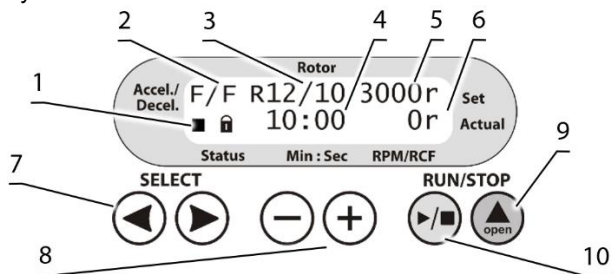

Рисунок 5. Панель управления LMC-3000
- Проверьте сетевой кабель на повреждения и подключите его к сетевой розетке с заземлением. Переведите сетевой выключатель на приборе в положение **I** (включено). Нажмите кнопку **▲ Open** (рис. 5/9 или 6/11) и откройте крышку рукой.
- Режимы ускорения и торможения (рис. 5/2 или 6/2);
- Установленный ротор (рис. 5/3 или 6/3);
- Установленная скорость ротора в RPM или RCF¹ (рис. 5/5 или 6/5);
- Индикация ротора, ■ остановлен или ► запущен (рис. 5/1 или 6/1, первый символ);
- Индикация крышки, ■ заперта или ■ открыта (рис. 5/1 или 6/1, второй символ);
- Установленное время работы в минутах и секундах (рис. 5/4 или 6/4);
- Текущая скорость ротора в RPM или RCF¹ (рис. 5/6 или 6/6);
- 5.4 Нажмите кнопку ▲ **Open** (рис. 5/9 или 6/11) и откройте крышку рукой. Осмотрите ротор и стаканы на предмет износа или коррозии, и замените при необходимости. Расположите ЧЁТНОЕ число пробирок / планшетов в гнезда ротора друг напротив друга. Уровень жидкости в противоположных пробирках должен быть одинаковым.
- 5.5 **Установка параметров.** Используйте кнопки **SELECT** ◀ и ▶ (рис. 5/7 или 6/10), чтобы выбрать параметр, и кнопки – и + (рис. 5/8 или 6/9), чтобы его изменить. Выбранный параметр мигает. Если кнопку нажать и удерживать дольше 2 секунд, значения меняются быстрее. Программа автоматически сохраняет все изменения, если в течении 2 секунд не нажимается ни одна кнопка.
- 5.5.1 Режимы ускорения (рис. 5/2 или 6/2, первая буква). Доступны три режима ускорения, медленный (**S**, от slow), нормальный (**N** от normal) и быстрый (**F** от fast).
- 5.5.2 Режимы торможения (рис. 5/2 или 6/2, вторая буква). Доступны четыре режима торможения, свободное торможение (**0**), медленный режим (**S**), нормальный (**N**) и быстрый (**F**).
- 5.5.3 Установленный ротор (рис. 5/3 или 6/3). Комбинации роторов, адаптеров и их максимально допустимых скоростей приведены в таблице ниже.
5.5.4 Выбор параметров вращения (рис. 5/5 или 6/5). Скорость вращения ротора может быть задана в оборотах в минуту и в RCF, обозначаемых после числового значения r и g соответственно. Значения конвертируются после изменения единиц измерения. RCF зависит от выбранного ротора или адаптеров, см. **5.5.3**.
5.5.6 Установка времени (рис. 5/4 или 6/4). Выставьте продолжительность центрифугирования, шаг установки 1 минута.
5.6 Аккуратно и плавно закройте крышку до щелчка. На дисплее отобразится символ  (рис. 5/1 или 6/1, второй).
5.7 Нажмите кнопку **RUN/STOP** / (рис. 5/10 или 6/12) для начала центрифугирования. На дисплее отобразится символ  (рис. 5/1 или 6/1) и текущая скорость (рис. 5/6 или 6/6) на нижнем ряду дисплея. Таймер (рис. 5/4 или 6/4) начнёт отсчёт после достижения установленной скорости.